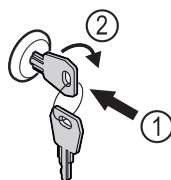

Fig. 191
- Introducir la llave. Fig. 191 (1)
- Girar la llave 90° en sentido horario. Fig. 191 (2)